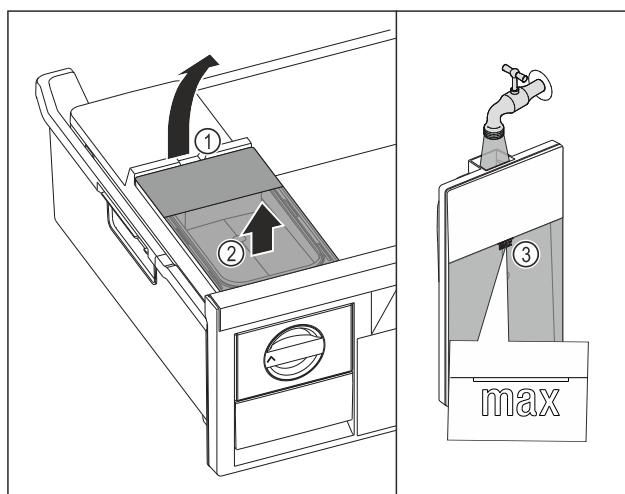

Fig. 156
- Повдигнете резервоара за вода при прореза Fig. 156 (1).
- Извадете резервоара за вода нагоре. Fig. 156 (2)
- Напълнете резервоара за вода до маркировката Fig. 156 (3) с питейна вода.